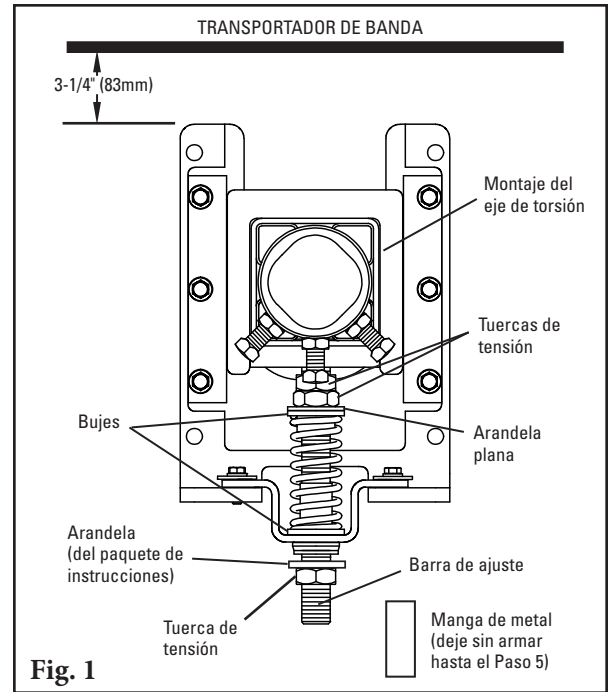

Fig. 1
- Configure de nuevo el tensor estándar al estilo de empuje.** Retire las 3 tuercas de tensión, la arandela plana, los 2 bujes, el resorte, la manga y el soporte de sombrero; arme de nuevo (Fig. 1) con 2 tuercas de tensión, la arandela plana, 2 bujes, el resorte y el soporte de sombrero en el extremo superior de la barra de ajuste. Agregue la arandela (del paquete de instrucciones) y la 3ra tuerca de tensión en la parte inferior de la barra de ajuste.
- Instale las bases de montaje del tensor.** Coloque las bases en la estructura o chute de manera que las partes superiores de las patas de la base estén a 3-1/4" (83mm) debajo de la banda (Fig. 1).
1. **Kit de guía de desensamblable.** Quite las tuercas y arandelas de ambos lados del tensor (Fig. 1).